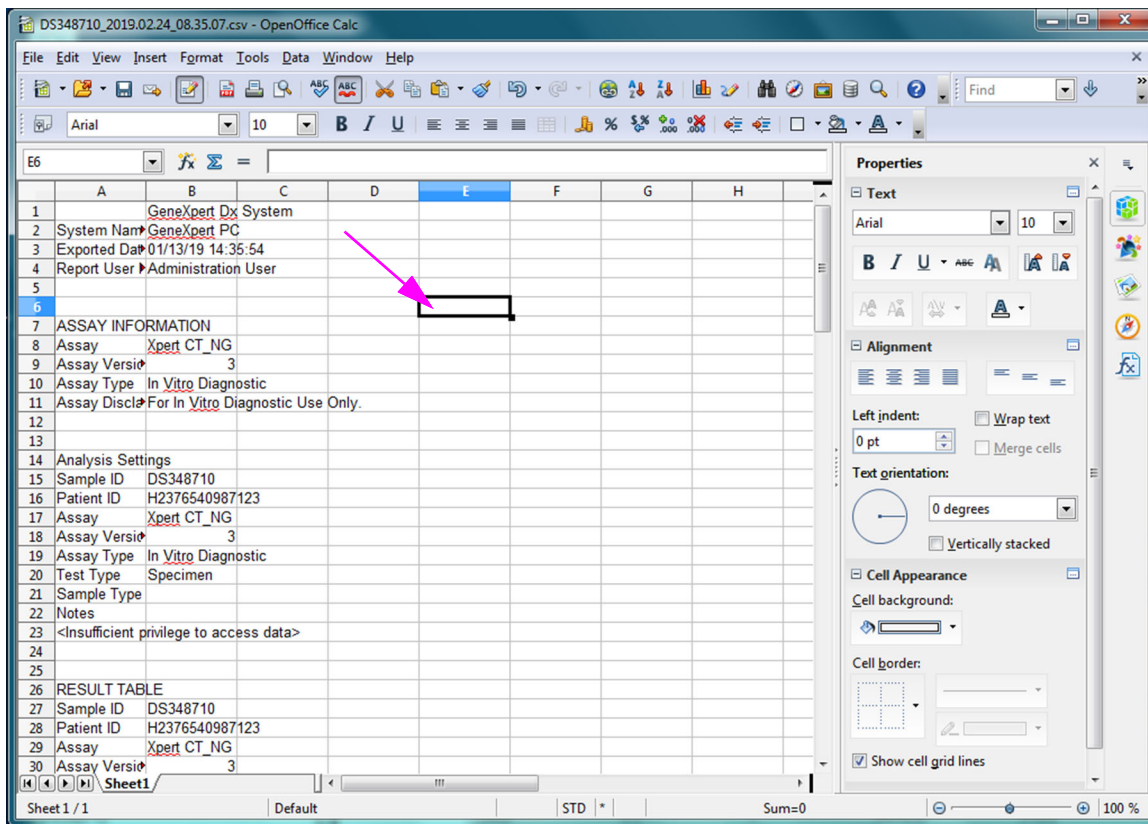

Figura D-8. Vizualizare finală a fișierului cu coloane ajustate
11. Faceți clic pe caseta de selectare din stânga opțiunii **Valoare implicită (Default value)**, apoi faceți clic pe **OK** pentru a închide caseta de dialog. Lățimile coloanei vor fi apoi reglate și fișierul va fi formatat, așa cum se arată în Figura D-8. Faceți clic oriunde în coloanele goale pentru a „deselecta” celulele albastre și a restabili celulele albe.